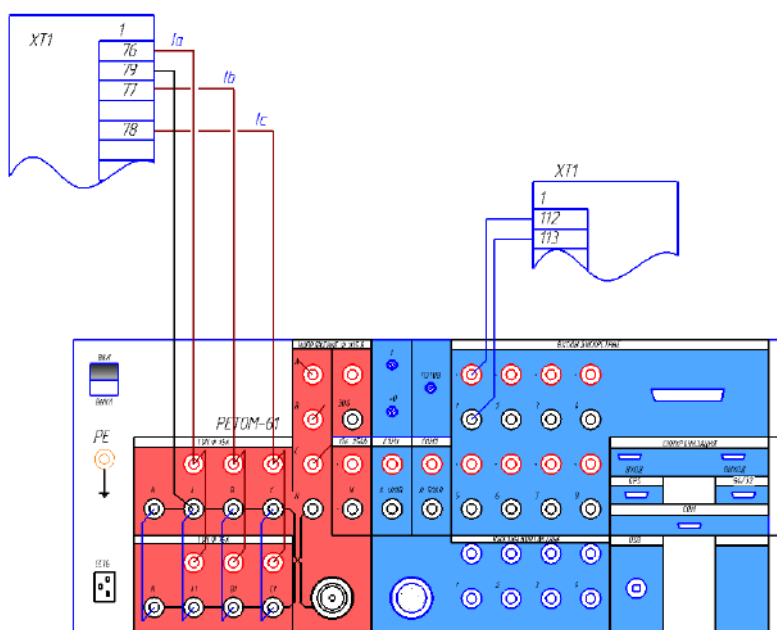

Рисунок 6.7 – Схема подключения токовых и дискретных цепей РЕТОМ–61 к блоку Seram 40
11. Произвести проверку действия терминала на параметрируемые уставки защит. Для этого подключить устройство РЕТОМ–61 в соответствии со схемой подключения (рис. 6.7).